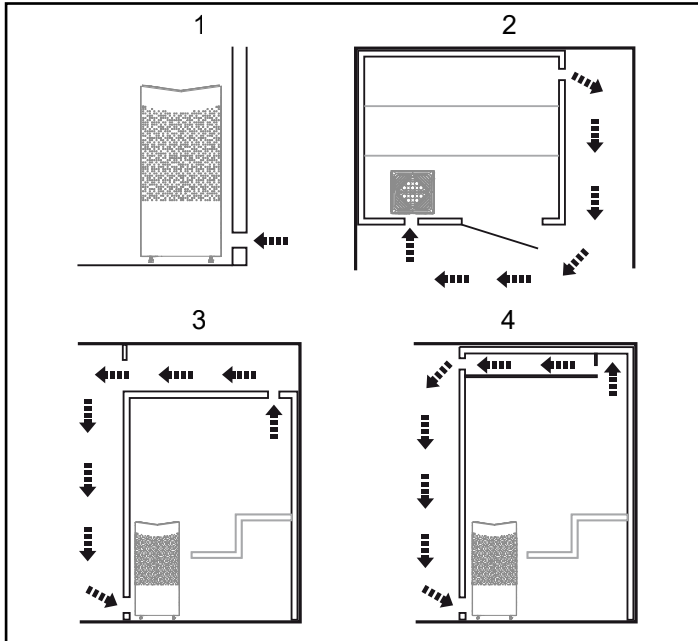

Fig 6: In- och utluftsventilens placering
- Ventilation av bastu ska utföras enligt instruktioner i denna manual (se Avsnittet Inluftsventilens placering, fig 6, Avsnittet Utluft-sventilens placering, fig 6).
- Placera inluftsventilen (se Avsnittet Inluftsventilens placering, fig 6).
- Placera utluftsventilen (se Avsnittet Utlufsventilens placering, fig 6).
Manöverpanelen är tillåten att placeras inne i ett Tylö basturum alternativt egenbyggt basturum vars ventilation är utförd och fungerar enligt Tylö förespråkad ventilation (självdagsprincip). Läs avsnitten *Inluftventilens* och *Utluftventilens placering* i denna anvisning, fig 6. Manöverpanelen skall alltid placeras utanför basturummet om inte dessa krav är uppfyllda.
- med maximalt avstånd till inluftsventilen, t.ex. i diagonal (se Fig 6).
- högt på väggen eller i taket (se Fig 6).